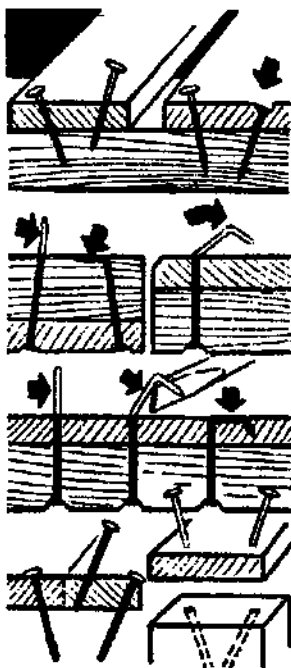

Рис. 28. Забивание гвоздей.
- ✓ *Забивание гвоздей наискось*. Если между досками не должно оставаться зазора, то гвозди следует забивать наискось в сторону стыка (рис. 28). Этим же способом забивают гвозди и в тех случаях, когда прибиваемые доски сжаты клиньями или струбцинами. В крайнюю доску нужно забить на один гвоздь больше. Такое скошенное положение гвоз-